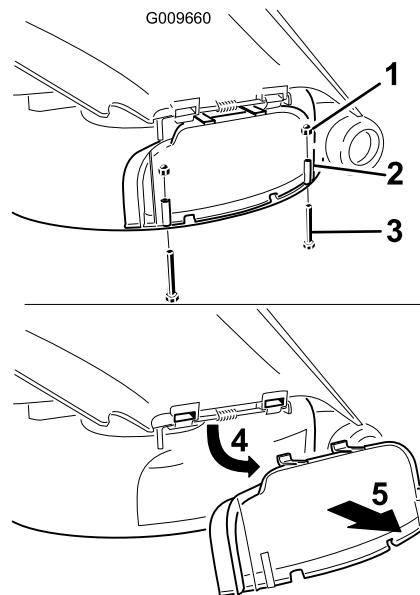

Bild 29
3. Entfernen Sie die zwei Schrauben und Muttern, mit denen die Abdeckung des Auswurfskanals am Mähwerk befestigt ist (Bild 29).